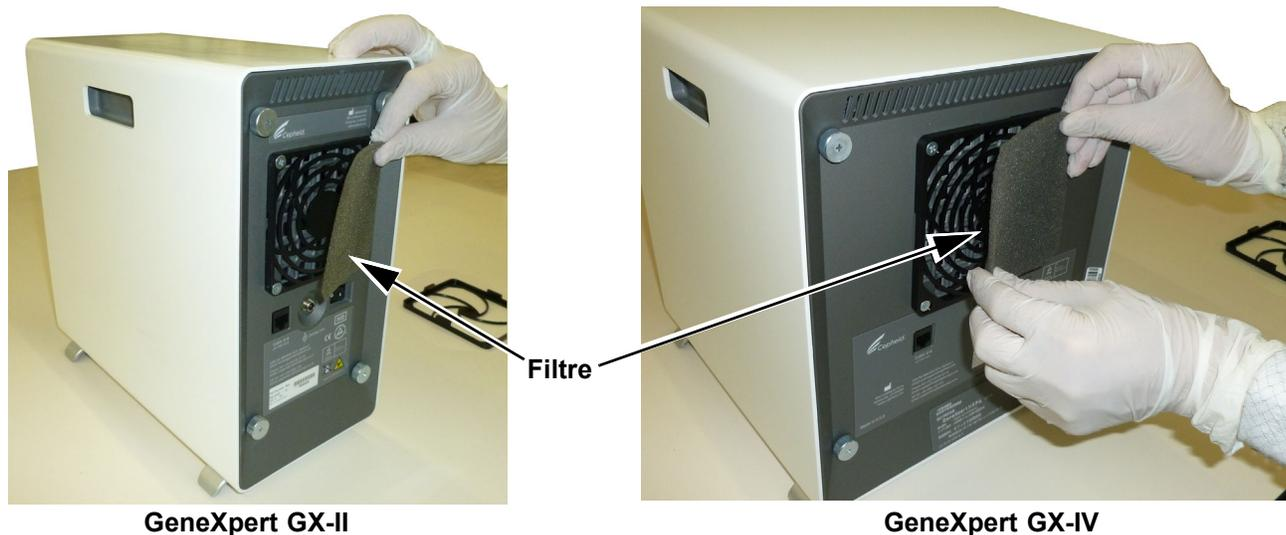

Figure 9-10. Retrait du filtre
- Retirez le filtre sale pour nettoyage. Voir Figure 9-10.